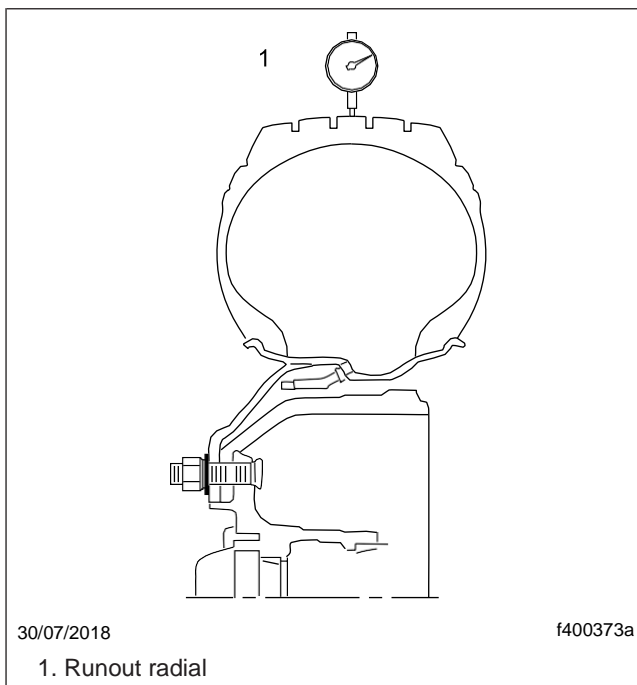

Fig. 4, Vérification radiale des pneus
4. En commençant par la roue avant gauche, utilisez une jauge de sortie de pneu pour vérifier le roulage radial. Voir fig. 4. Notez la mesure pour une utilisation ultérieure afin d'éviter les plaintes de vibrations.